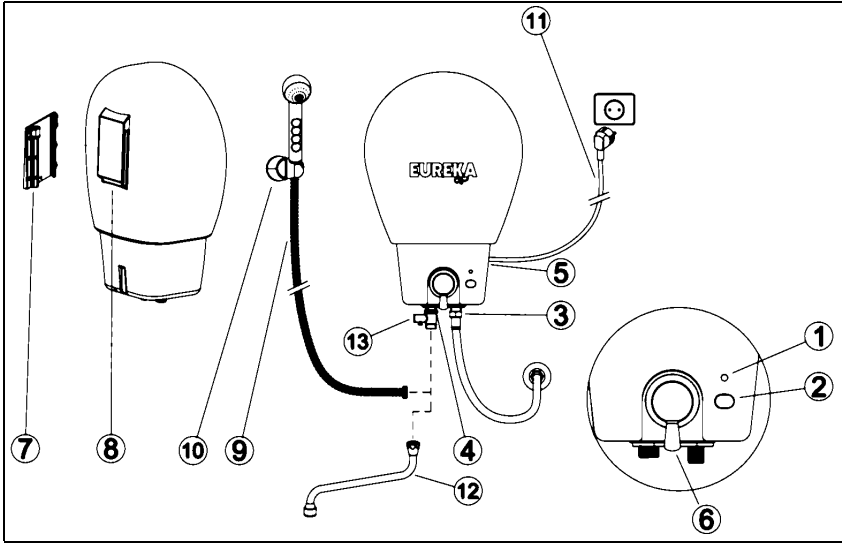
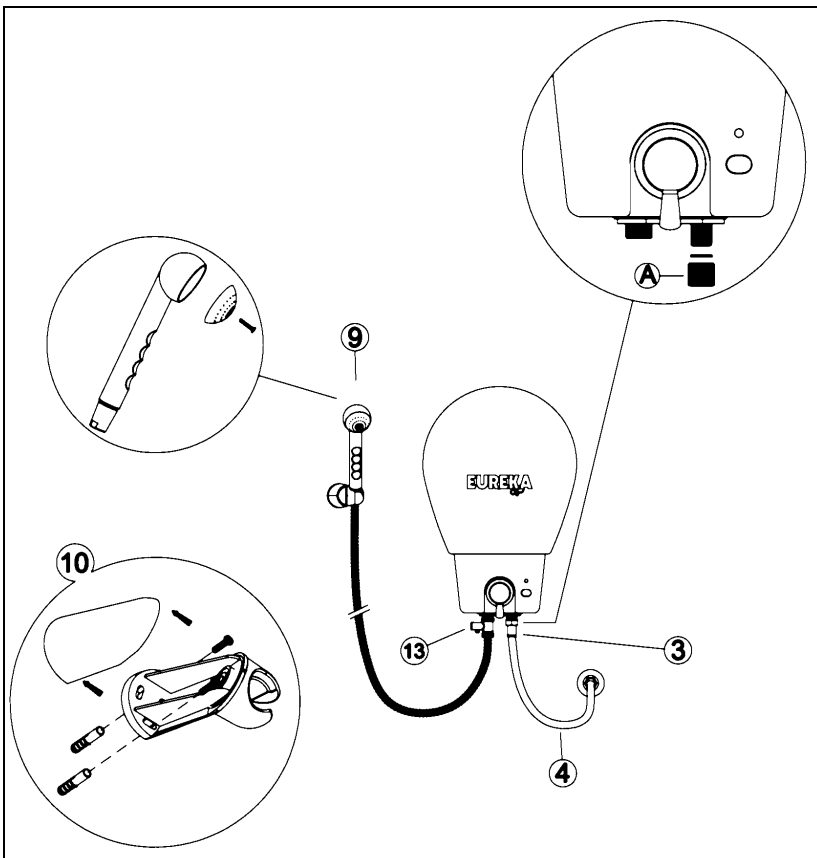

Рис.1
Рис.3
### 2- подсоединение к системе водоснабжения (рис. 3)
- c) Подсоединить подводящую трубу к входной трубе водонагревателя (3) посредством гибкой подводки (в комплектацию не входит). На подводящую трубку накручен переходник (А) на 1/2" с уменьшенным входным отверстием. Если давление воды на выходе водонагревателя будет недостаточным, то поменяйте его на такой же, но с большим диаметром входного отверстия (входит в комплект поставки).
- e) Подсоединить предохранительный клапан (13) к выходной трубе (4) водонагревателя (см. рис. 1).
- f) Подсоединить гибкий шланг с душевой насадкой (9) или кухонный излив (12) к предохранительному клапану (13), подсоединенному к выходной трубе водонагревателя (4).
- g) Закрепить держатель для трубки душа (10) на стене в желаемом положении (для моделей, в комплектацию которых он входит).
- i) Перевести рукоятку смесителя (6, рис.1) в положение "горячая вода" и открыть воду, потянув на себя ручку смесителя.
### 3- Подсоединение к электрической сети (рис.1)
## ИНСТРУКЦИИ ПО ИСПОЛЬЗОВАНИЮ ВОДОНАГРЕВАТЕЛЯ EUREKA(рис.1)
## **2- Как пользоваться душем (рис.1)**
Помимо этого, следует проводить очистку сетки душевой насадки (9, рис.3) или трубки излива (12, рис.1) всякий раз, как становится заметным наличие отложений накипи, препятствующих свободному стоку воды и создающих опасные перепады давления воды в рабочем баке.